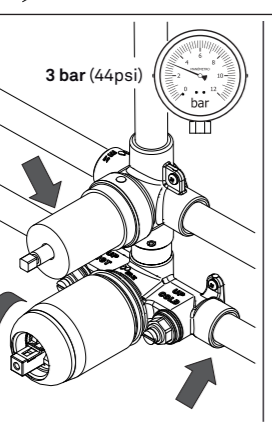

Fig. 11.2
- 8) Abra la válvula, gire el inversor y compruebe si hay fugas en las conexiones señaladas (Fig. 11.2).
- 8) Open the valve, turn the diverter to their different positions and check for possible water leakages in the signalized connections (Fig. 11.2).
- 8) Ouvrez la vanne, tournez l'inverseur et vérifiez s'il y a des fuites au niveau des raccords signalés (Fig. 11.2).